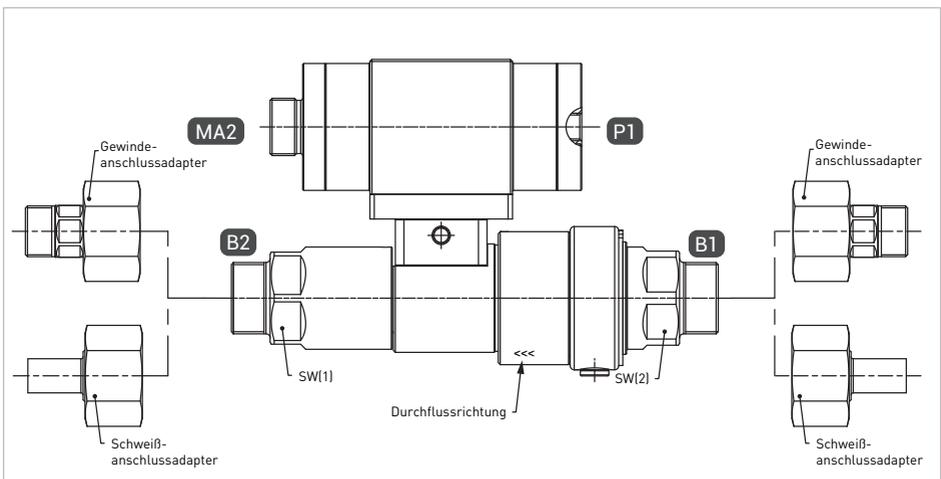

Abbildung 1
- ▶ Halten Sie beim Montieren des Schaltventils an den Schlüsselflächen SW(1) und SW(2) (*Abbildung 1 auf Seite 49*) mit einem Gabelschlüssel (SW45 oder SW46) gegen.